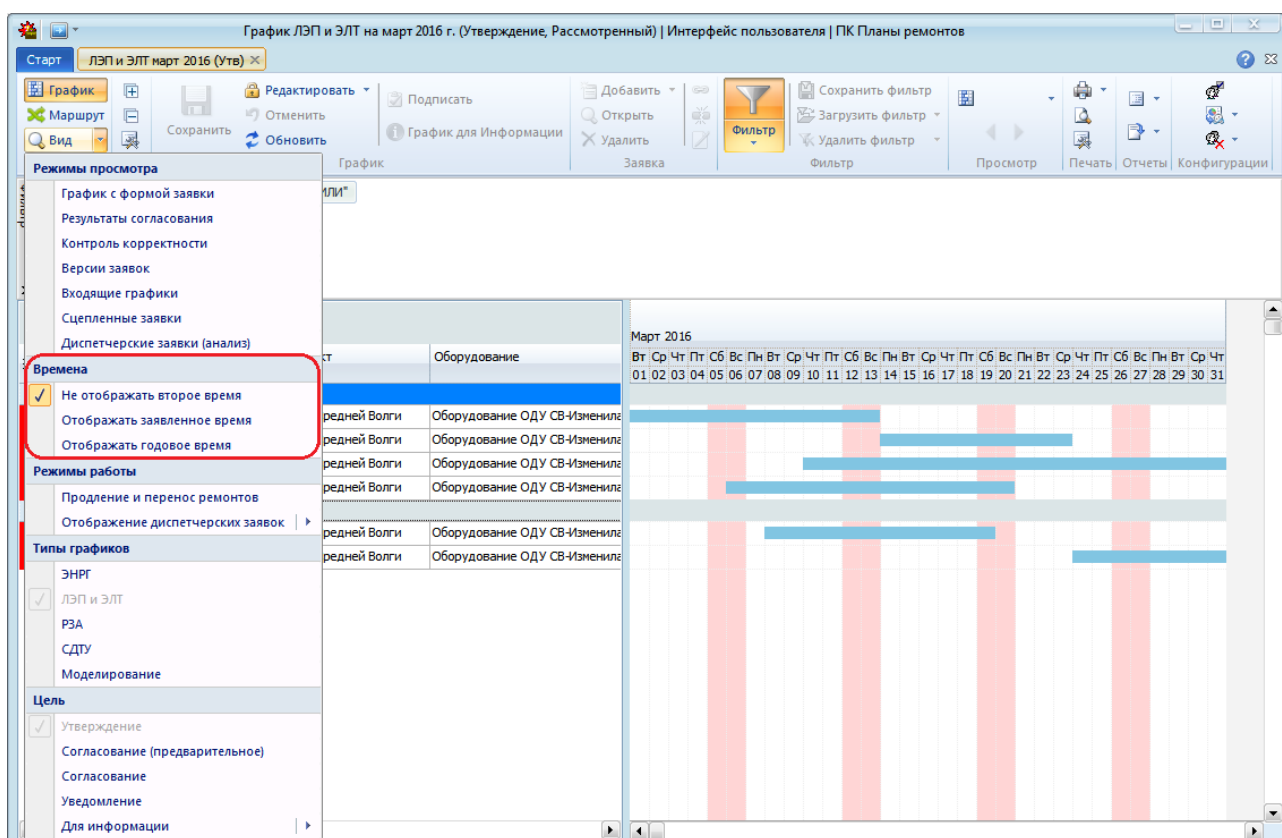
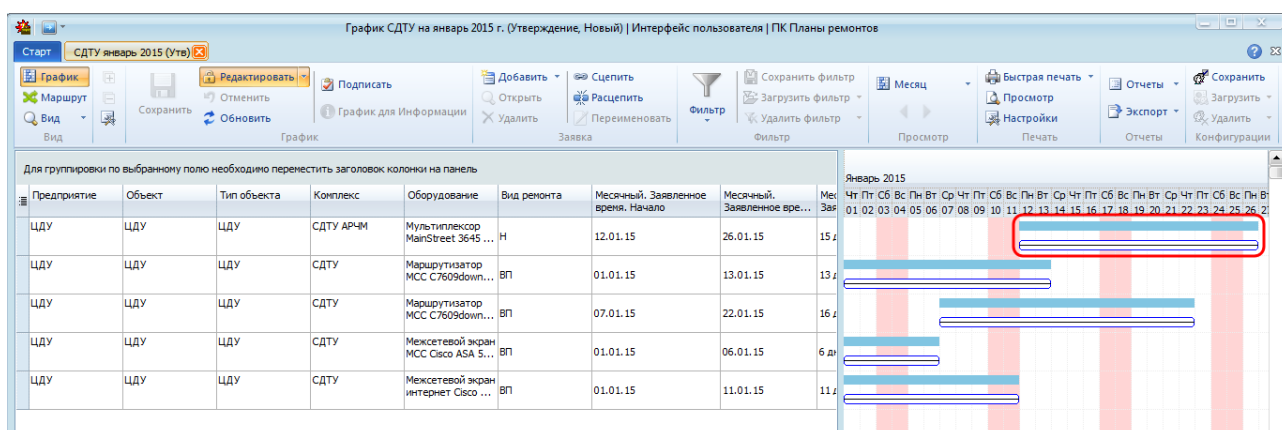

Рисунок 10.39 – Выбор режима отображения времени на диаграмме
Рисунок 10.41 – Режим отображения годового времени на диаграмме
Для сравнения времени ремонта с заявленным или годовым временем используется режим «Времена» (Рисунок 10.39).
по кнопке « Вид», отключение – выбором пункта «Не отображать второе время» (Рисунок 10.39). Данный режим недоступен для выбора в графике с типом «Моделирование».
- «**Отобразить годовое время**». В данном режиме на диаграмме отображается время ремонта текущего периода планирования и время ремонта из годового графика. Годовое время отображается отрезком с узором «Зачеркнутый» (линия, проходящая через середину отрезка) (Рисунок 10.41). Включение режима осуществляется выбором пункта «Отобразить годовое время» из раскрывающегося списка по кнопке « Вид», отключение – выбором пункта «Не отображать второе время» (Рисунок 10.39). Данный режим просмотра недоступен для выбора в графике с типом «Моделирование».